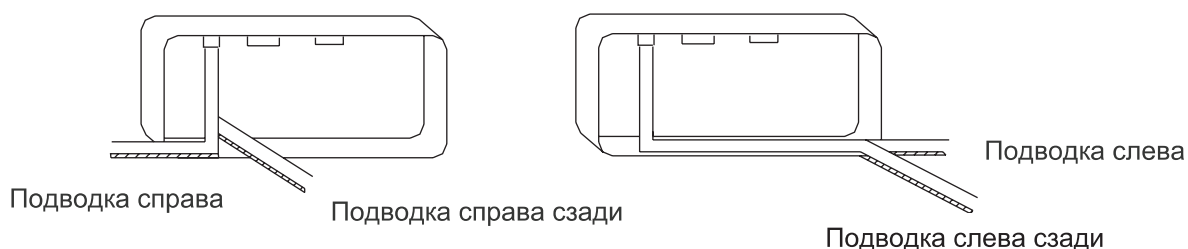

Рисунок 8.6- Установка блока настенного типа
- Межблочные трубки и кабели подводятся к блоку с левой, правой стороны, или сзади блока (см. рис.8.6)